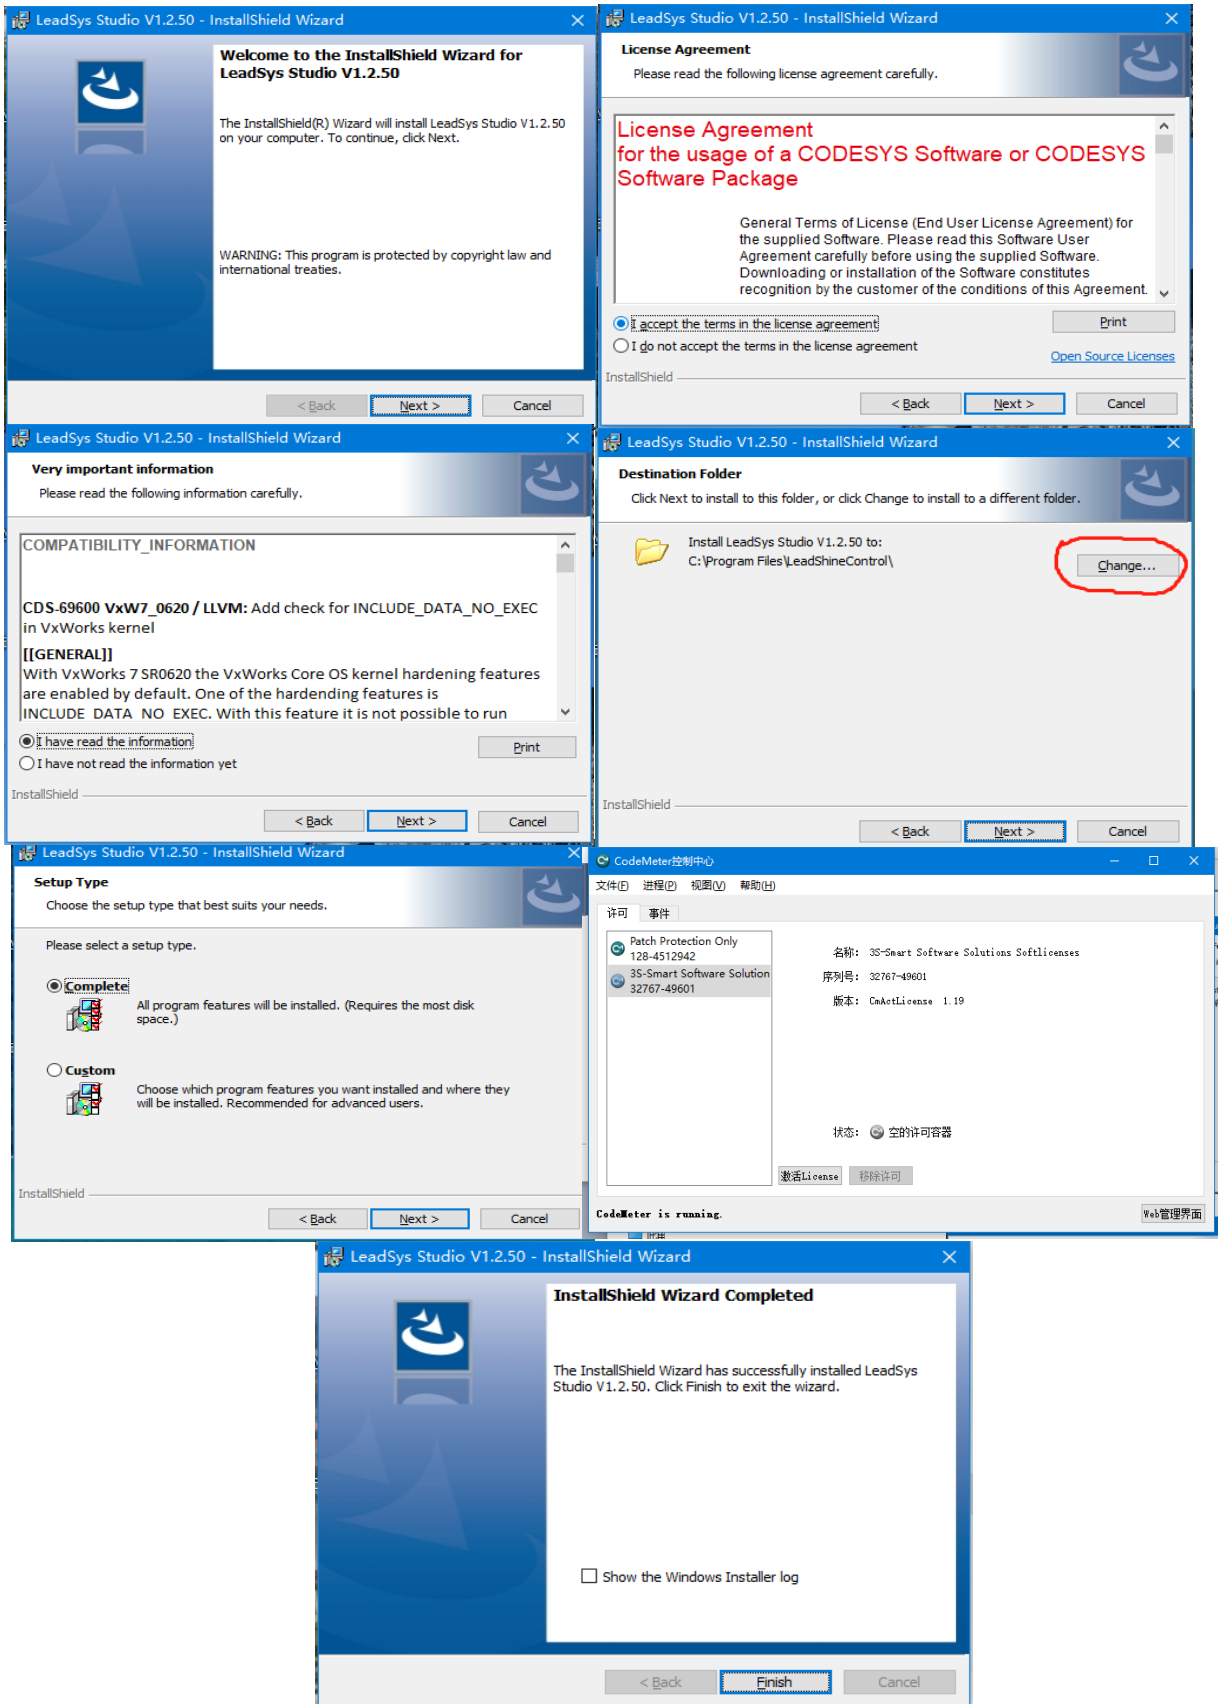

图 4.1 LeadSys 安装提示界面
4. 安装提示界面如图 4.1 所示。用户可选择空间较大的硬盘作为安装路径。在安装中，可选完全安装“Complete”；当遇见“CodeMester 控制中心”界面时，将其关闭即可。